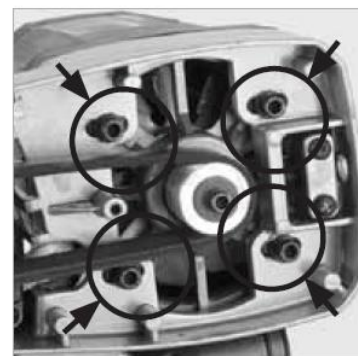

Fig. 47
- Ослабьте четыре (4) винта, которые крепят мотор в корпусе пилы. (Fig. 47)